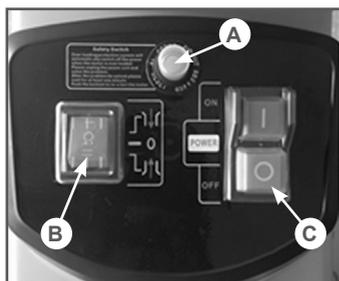

Рис. 2 Панель управления
2. Установите, нажатием на клавишу, переключатель В (Рис. 2) режима работы Вперед/Назад в положение Вперед.
3. Установите, нажатием на клавишу, электромагнитный выключатель С (Рис. 2) в положение ON «I» (ВКЛЮЧЕНО), электродвигатель включится.
Выключайте электродвигатель только, если измельчитель совершенно пуст. В противном случае при повторном включении может произойти блокировка ножа. Для выключения измельчителя нажатием установите клавишу электромагнитного выключателя С (Рис. 2) в положение OFF «0» (ВЫКЛЮЧЕНО).
При блокировке отключается двигатель (выскакивает кнопка предохранителя А (Рис. 2), а электромагнитный выключатель устанавливается в положение OFF «0» (ВЫКЛЮЧЕНО).
5. Включите кнопку А (Рис. 2).
6. Нажатием установите клавишу В (Рис. 2) «Вперед / Назад» в положение Назад, чтобы изменить направление вращения ножа.